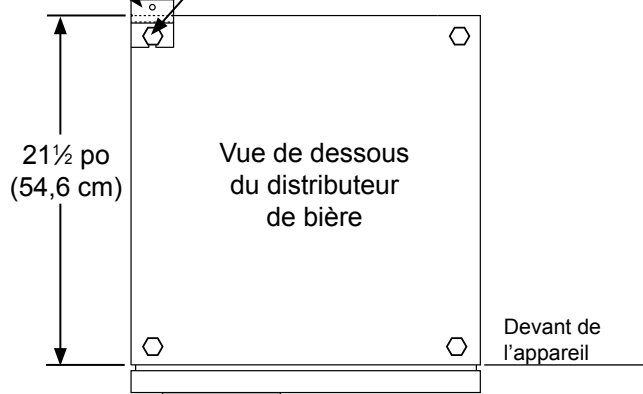

Figure 6
La pièce de fixation antibasculement doit être située sur le plancher, dans le coin arrière gauche ou droit du distributeur de bière, comme illustré dans la Figure 6.
3) Assurez-vous de placer le distributeur de bière à l'endroit souhaité, puis marquez sur le plancher le coin correspondant aux parties arrière et latérale de l'appareil, à l'endroit où la pièce de fixation antibasculement sera installée. Si l'installation ne permet pas de marquer le coin arrière de l'appareil, tracez des lignes temporaires sur le plancher pour marquer le coin avant de l'appareil, en excluant la porte. Glissez le distributeur de bière hors de son emplacement. À partir de la ligne temporaire, prolongez la ligne de paroi latérale de 21 ½ po (54,6 cm) vers l'arrière, comme illustré dans la Figure 6.